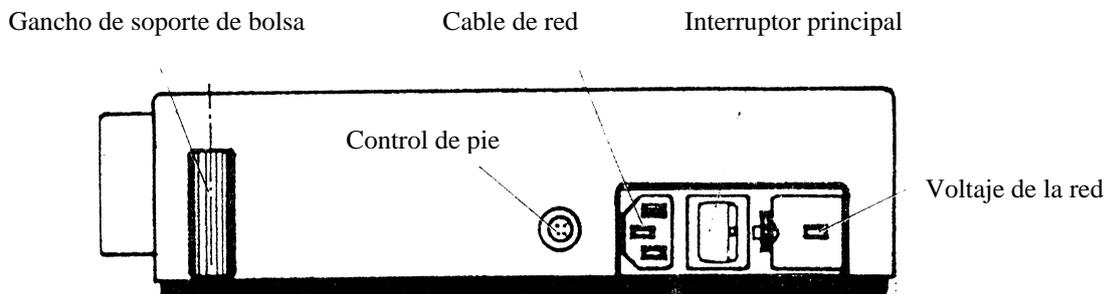

Fig. 1
1. Conecta el cable de la red al conector en el panel de atrás de la unidad de control. (Fig. 1) y enchúfela en la pared en una enchufe con tierra.
2. Conecta el control de pie en la enchufe correspondiente en panel en la parte de atrás de la unidad de control ( Fig. 1)
3. Coloca el gancho de soporte de la bolsa de líquido estéril en el cilindro en el panel de atrás de la unidad de control (Fig. 1).